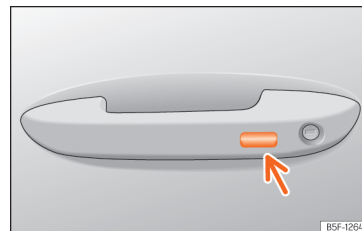

Abb. 87 Türgriff: Sensorfläche.
- **ODER:** mit dem Keyless Access-System (nur Schließen): Finger einige Sekunden auf der Sensorfläche zum Verriegeln >>> **(Abb. 87)** (Pfeil) im Türgriff halten, um die Fenster und das Schiebedach zu schließen. Sobald Sie die Sensorfläche nicht mehr berühren, wird die Schließfunktion unterbrochen.
Halten Sie einige Sekunden lang einen Finger über die Verriegelungssensorfläche »» (Abb. 87) (Pfeil) am Türgriff, damit das Dach geschlossen wird. Wenn Sie die Sensorfläche nicht mehr berühren, wird die Schließfunktion unterbrochen.